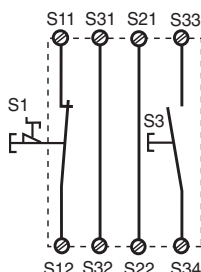

Fig. 3: Eingangskreis einkanalig, überwachter Start/Single-channel input circuit, monitored reset/Comande par 1 canal, surveillance du poussoir de validation
- Fig. 3, 4, 5, 6, 8: **keine** Verbindung S13-S14
- Fig. 3, 4, 5, 6, 8: S13-S14 **not** connected
- Fig. 3, 4, 5, 6, 8: **pas** de câblage sur S13-S14